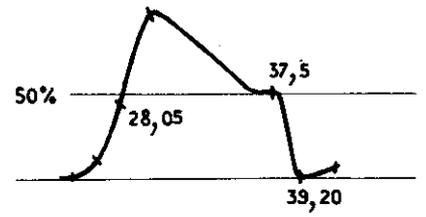

Fig: 5
3. Visser 324 pour obtenir la courbe de la figure 5.